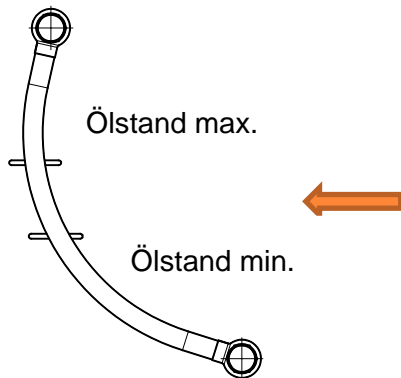

Abb.4 Ölstandkontrolle im Betrieb
- Schmiermittel im Stillstand mindestens bis zur Mitte der Ölstandmarkierung (siehe Abb.4) (Pos.12) einfüllen. Sinkt der Ölstand während des Betriebes unter die untere Markierungslinie, muss Öl der vorgeschriebenen Qualität nachgefüllt werden, bis der ursprüngliche Ölstand innerhalb der Markierung wieder erreicht ist